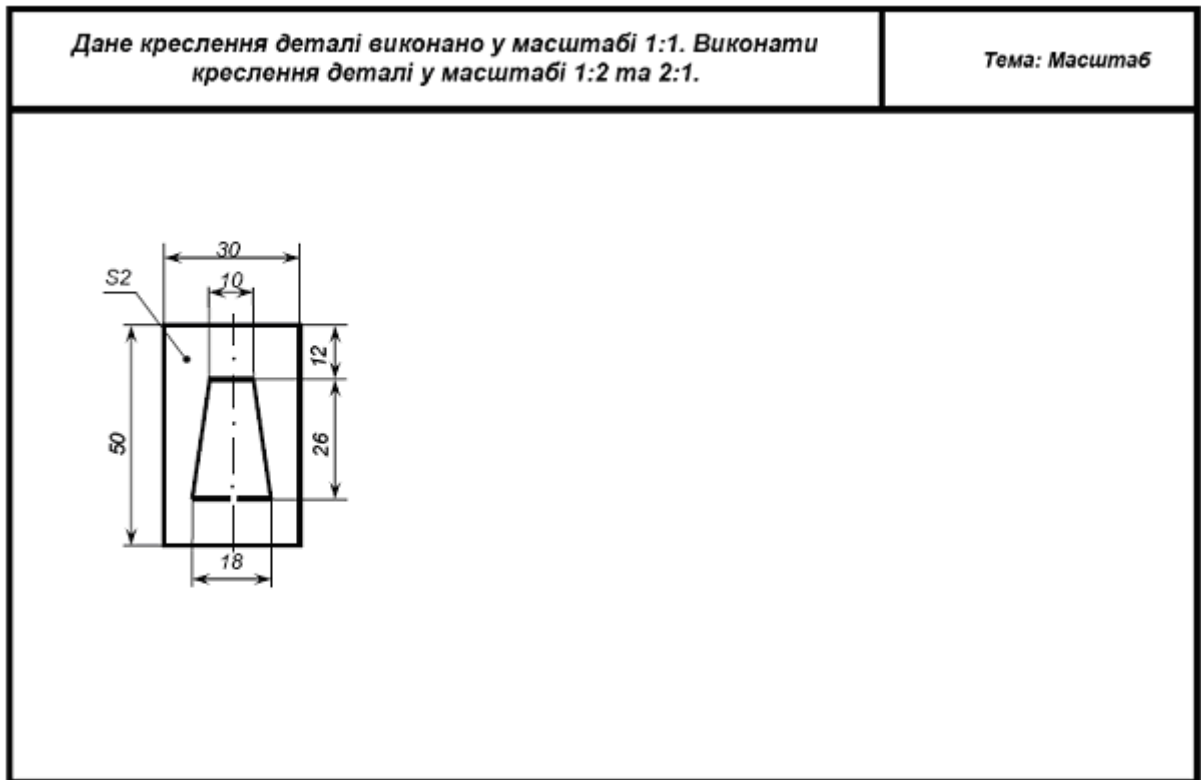

Рис. 17 – завдання № 6 а.
1. Для виконання завдання № 6 а, б. (рис. 17, 18) Проводимо праворуч від зображення технічного контуру осі симетрії штрих - пунктирною лінією.